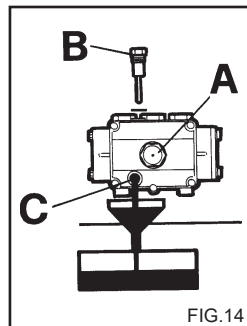

FIG. 14
2) Skruva ur locket med oljesticken (fig. 14).